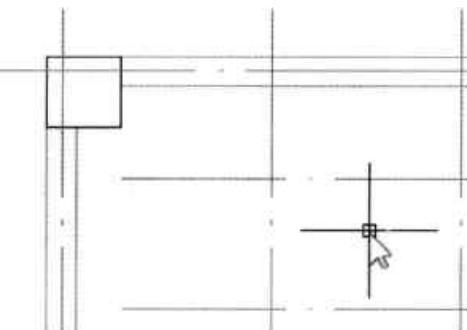

图16-46 对齐墙边
**Step 06** 完成该墙柱与墙体边的对齐操作。按照同样的操作，将该墙柱的另一侧与墙体边对齐，如图 16-46 所示。